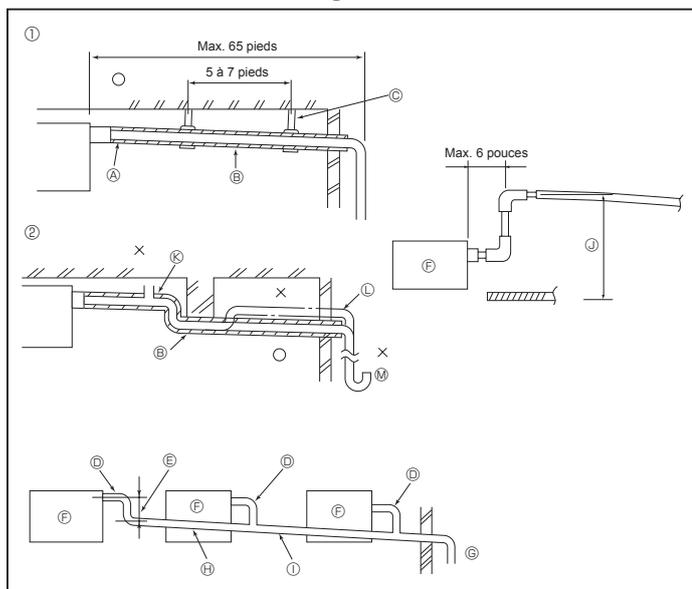

Fig. 3-4
3.4. Mise en place du tuyau d'écoulement (Fig. 3-4)
- ① Tuyautage correct
- ② Tuyautage erroné